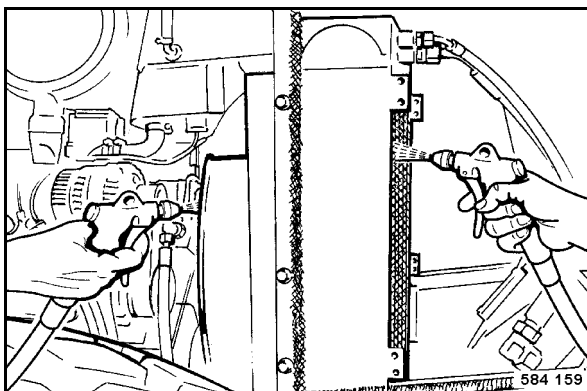

fig. 127
- Souffler l'air comprimé sur le refroidisseur (fig. 127).